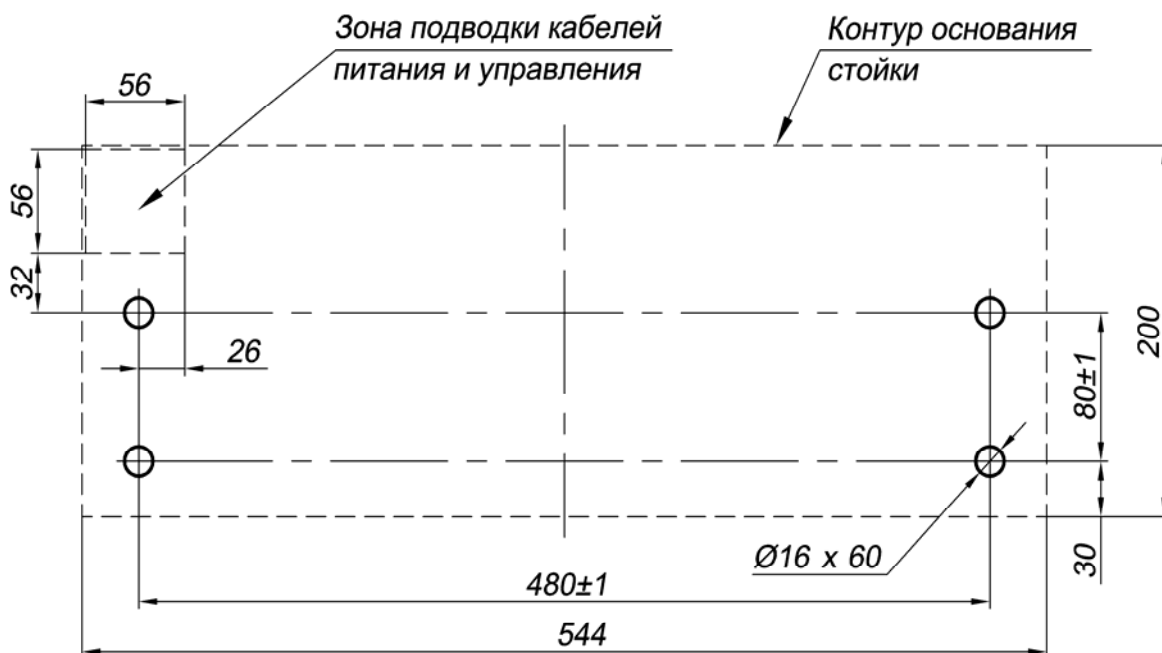
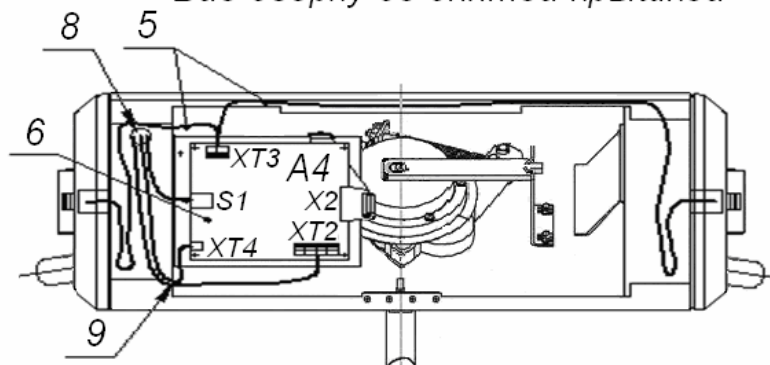

Рисунок 7 Схема разметки для установки стойки ЭП
Рисунок 8 Схема прокладки кабелей в стойке ЭП
2. Выполните на установочной поверхности в соответствии с рис. 7 разметку отверстий для монтажа стойки. При необходимости прокладки кабелей под поверхностью пола подготовьте в полу кабельный канал, подходящий к зоне ввода этих кабелей в стойку ЭП. Подготовьте в полу отверстия под гильзы анкеров для крепления стойки ЭП. Установку и крепление стойки производите после прокладки всех кабелей в кабельном канале и внутри стойки. Схема прокладки кабелей в стойке и места расположения отверстий, в которые следует установить изоляционные втулки из комплекта поставки, показаны на рис. 8.
5. Снимите крышку турникета (3), открыв ключом замок (4, см. раздел 6).